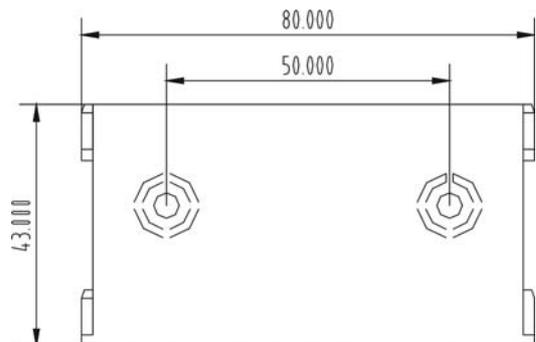

Imagen 4
- ▶ coloque el panel en la pared marcando la posición del agujero (respeta la orientación arriba/abajo del panel), ver imagen 4